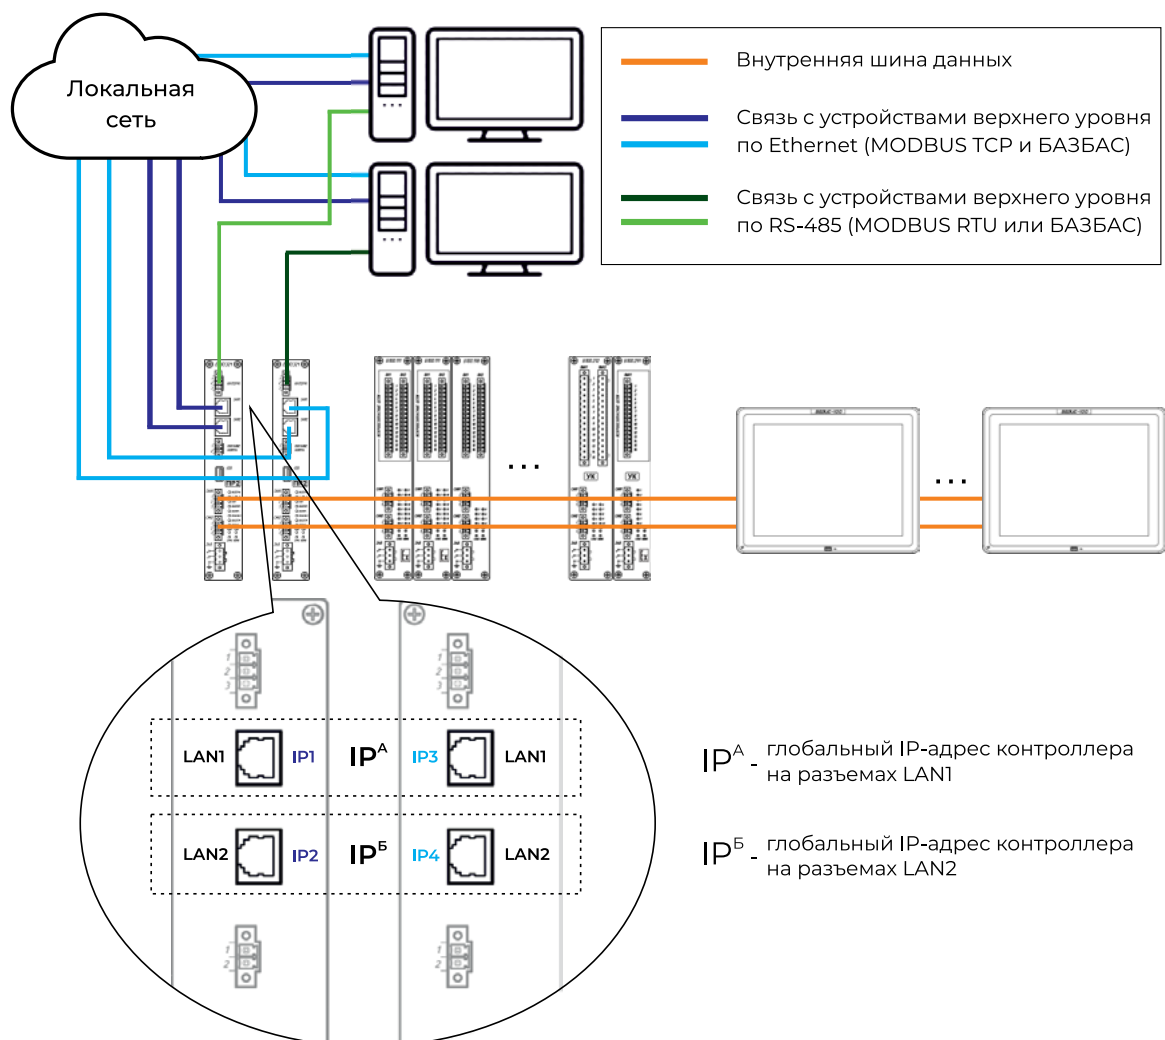

Рис. 2.5. Пример схемы резервирования связи контроллера с устройствами верхнего уровня (ПР2)
- ▶ ПР2 Рис. 2.5 на с. 26
Для резервирования линии связи с устройствами верхнего уровня, в которых не предусмотрена смена IP-адреса, для опроса контроллера используется глобальный IP-адрес (Рис. 2.5 на с. 26). Он остается закрепленным за контроллером в случае выхода из строя основного процессорного модуля.